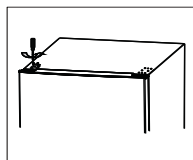

Рисунок 30
12. Зафиксируйте шарнир на левой стороне (рис. 30).